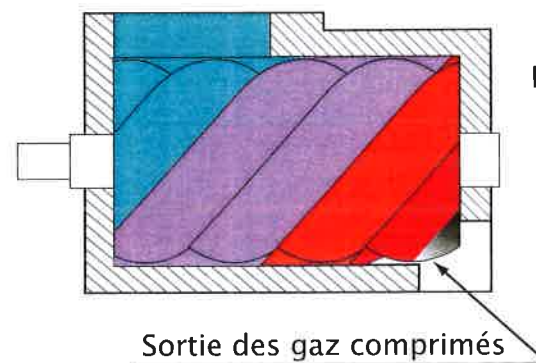

Figure 2.
- ⇒ sur la figure 2, l'orifice est déplacé à droite, les gaz sont alors maintenus plus longtemps dans le compresseur, ceci se traduit par une pression plus élevée.
Dans l'exemple de la figure 2, le Vi est de 2,6 ou de 4,5, mais un fractionnement sur 3 étages est possible. Le principe hydraulique est identique à celui de la réduction de puissance détaillée plus haut.